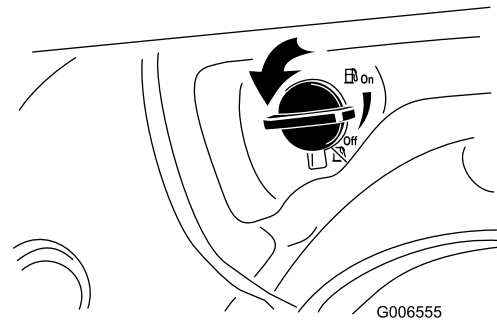

Figure 27
2. Ouvrez le robinet de carburant en le tournant de 1/4 de tour dans le sens anti-horaire (Figure 27).